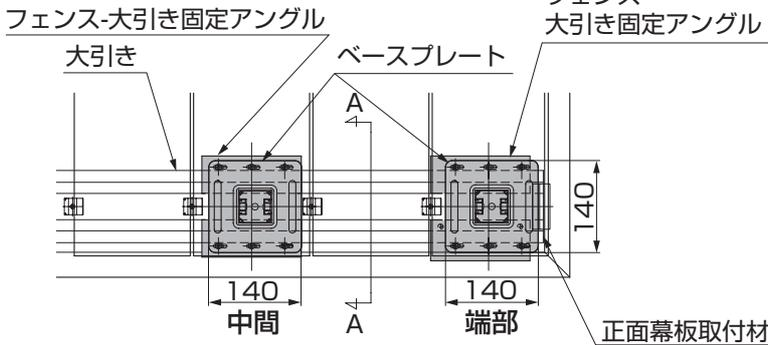
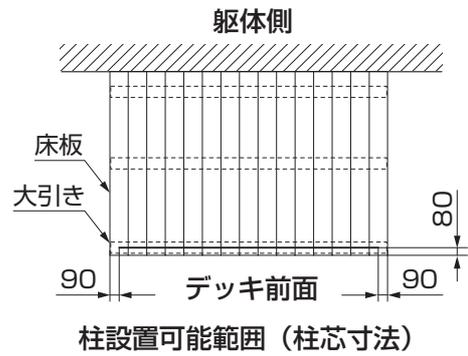
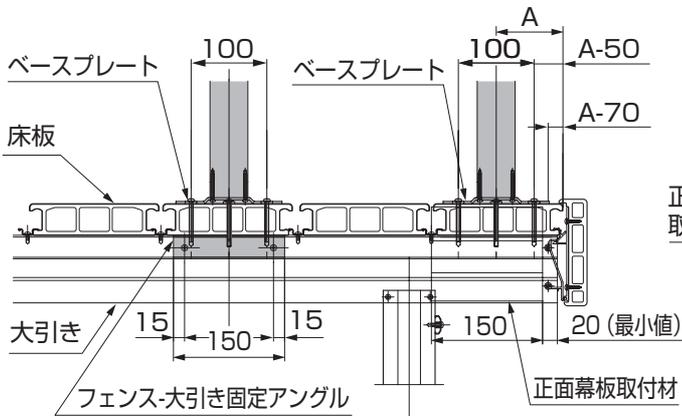
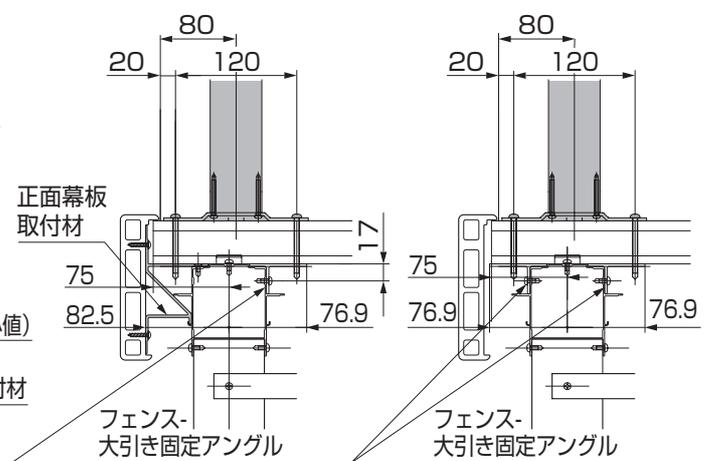

図3-7
図3-8
図3-9
図3-10 A-A矢視図
- デッキの中間部に立てる場合、端部に立てる場合には、図3-7、図3-8、図3-9、図3-10を参照して取付けてください。
- 図3-9のA寸法値の最小値は90mmです。
- 図3-9のA寸法の最大値は、フェンス-大引き固定アングルに手が届く約400mmの範囲内で自由に設定することができます。
②ネジ位置をマーキングしてください。
③マーキングした床板に、φ5.5の下孔をあけてください。(※1)
④大引きにフェンス-大引き固定アングルを、[3-1]で取付けてください。
⑤ベースプレートを[3-2]で、床板の下の正面幕板取付材またはフェンス-大引き固定アングルまで取付けてください。
(3) 側面床板固定の場合